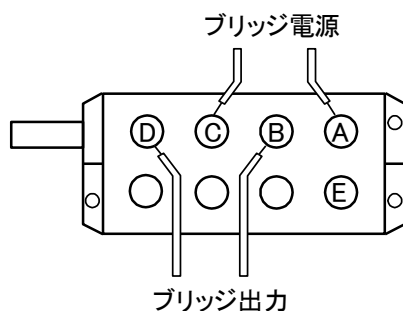

図4-2 ブリッジBOXの結線
- B) ひずみを測定するためのブリッジで、ひずみゲージは種々の接続法が用いられます。これらの接続法は、4-2頁「ひずみゲージによるブリッジ構成例」を参照してください。またブリッジボックスを中継して各種の変換器を使用する場合には図4-2のように接続してください。